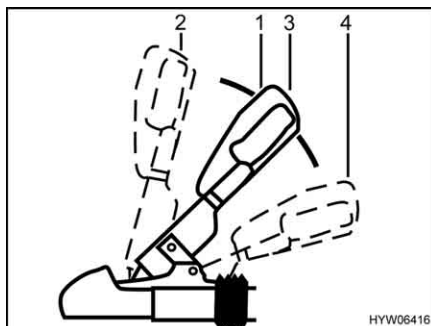

Fig. 2 Gancio di sicurezza WS 3000 D
- Tirare la maniglia del gancio (Fig. 2,1) verso l'alto in posizione "aperto" (Fig. 2,2). Il gancio di sicurezza è aperto.
- Applicare il gancio di sicurezza aperto sulla sfera del traino della motrice e rilasciare la maniglia del gancio. La maniglia ritorna automaticamente nella posizione iniziale (Fig. 2,3).
- Attivare il dispositivo di stabilizzazione. A tal fine, premere la maniglia del gancio dalla posizione chiusa (Fig. 2,3) verso il basso (Fig. 2,4) fino all'arresto.
Per spegnere il dispositivo di stabilizzazione, p. es. in caso di manovra, tirare lentamente verso l'alto la maniglia del gancio (Fig. 2,1) fino alla posizione chiusa (Fig. 2,3).